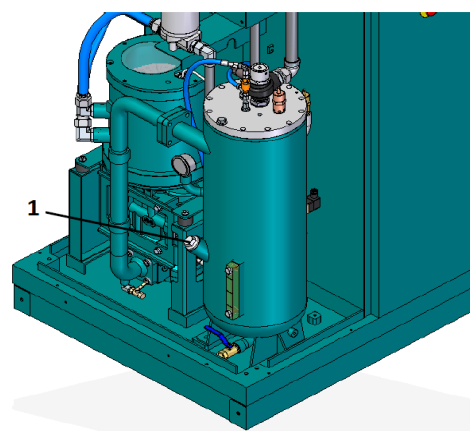

图 31：加油口
5. 松开并取下加油口塞头 (图 31/1)，拆下的密封件，须避免遗失。